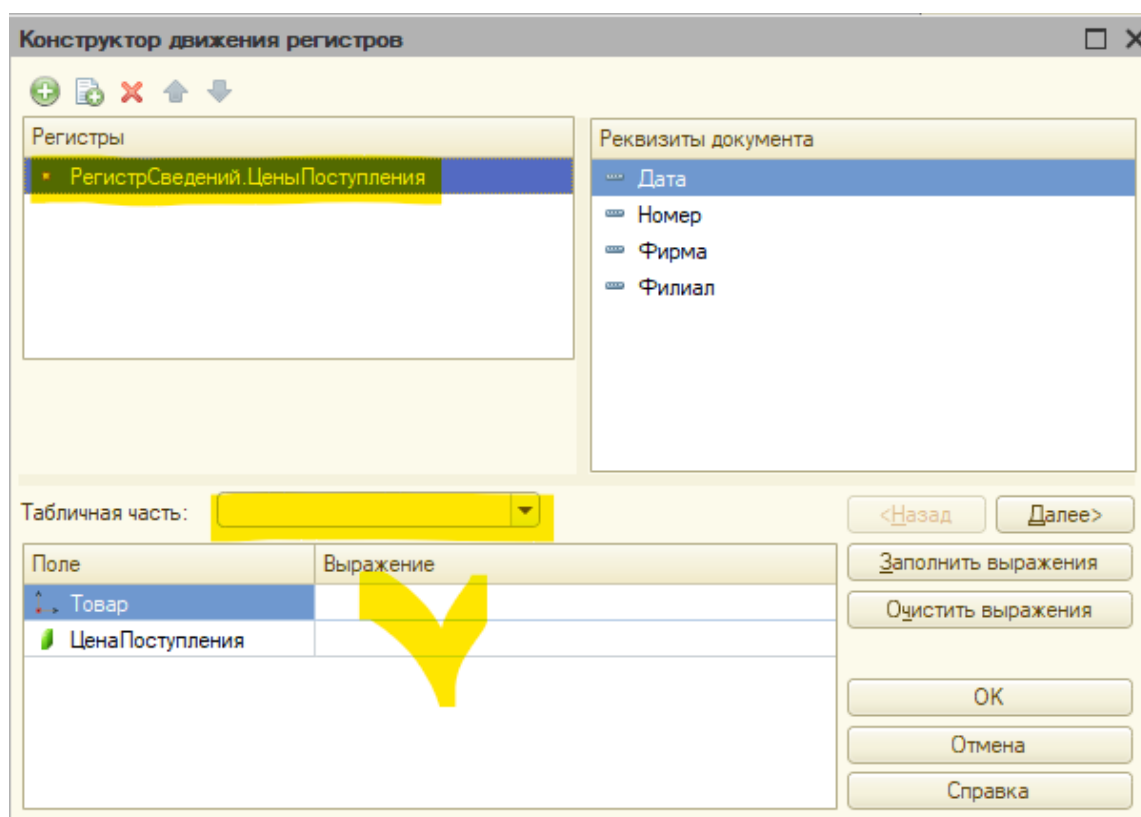

Рис. 3.17. Окно «Конструктор движений регистров» документа «Поступление товаров»
3. Следующим шагом нажимаем на кнопку «Конструктор движений» и переходим в следующее окно. В данном окне мы видим пустые параметры табличной части и отсутствие соответствия в выражениях по регистру и документу (рис. 3.17).